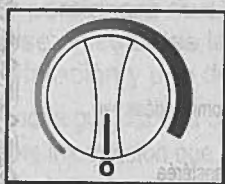

Fig. 14
- Pour arrêter le congélateur, (discontinuer le refroidissement) tournez la commande du thermostat à la position "0" (off). Voir la Fig. 14.